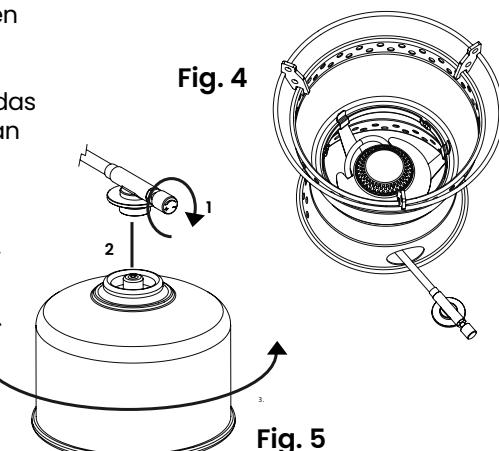

Fig. 5
- Schließen Sie das Ventil (10) vollständig, indem Sie den Ventilregler (11) bis zum Anschlag drehen.
- Halten Sie die Kartusche* aufrecht und setzen Sie das Ventil (10) senkrecht darauf. Schrauben Sie die Kartusche vorsichtig in das Ventil (10), bis sie auf den O-Ring des Ventils trifft. Achten Sie darauf, die Kartusche beim Einschrauben nicht zu verkanten. Schrauben Sie nur handfest an (Abb. 5). Ziehen Sie den Schlauch heraus, um die Kartusche so weit wie möglich vom Herd fernzuhalten.